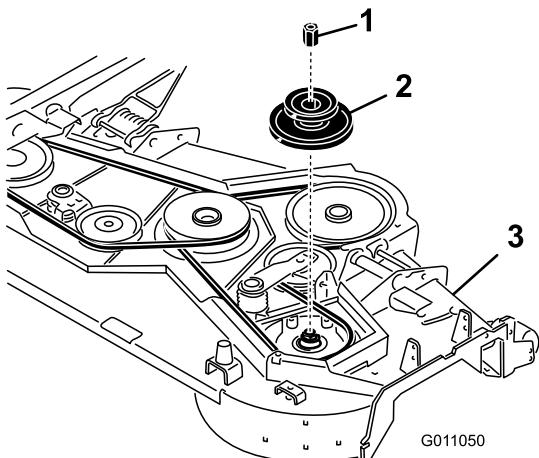

Figura 3
4. Inserite un blocco sotto il fusello della lama destra sotto il piatto di taglio prima di rimuovere la puleggia destra del piatto di taglio (Figura 3). In tal modo si eviterà che i componenti del fusello cadano quando viene rimosso il dado della puleggia.
5. Togliete il dado della puleggia esistente, e la puleggia (Figura 3). Conservate la puleggia e il dado per eventuali utilizzi futuri.
6. Installate la nuova puleggia doppia sul fusello e fissatela con il nuovo dado della puleggia (Figura 3). Serrate il dado a 176–203 Nm.